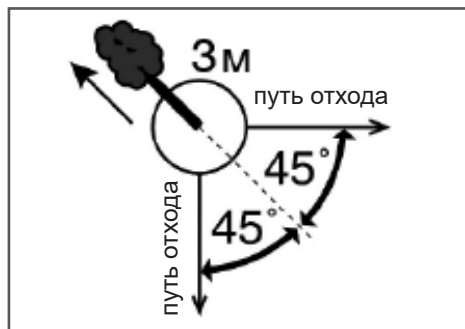

Рис. 15 Определение путей отхода
- Обязательно определите путь отхода. Путь отхода (Рис. 15) должен быть направлен по диагонали в сторону, противоположную направлению падения, под углом 45 градусов, и вы должны отойти минимум на 3 метра от ствола, на тот случай, если во время падения комель дерева отскочит в сторону. Зона безопасности вокруг оси дерева должна быть не менее $2\frac{1}{2}$ высоты дерева.